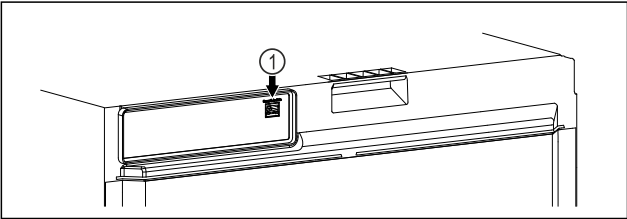

Fig. 117
- ☐ SmartModule Fig. 117 (1) 已使用。